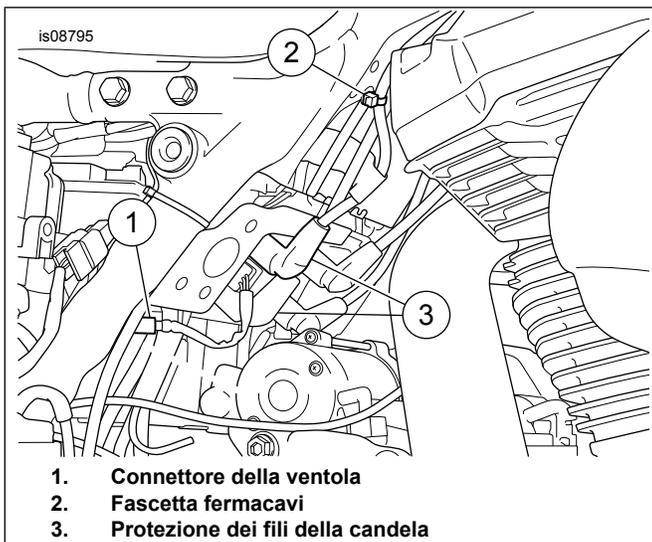

Figura 1. Connettore della ventola
7. Vedere Figura 1 Individuare il connettore della ventola (1) e scollegarlo.
- Dopo il riposizionamento, i cappucci della candela di destra (3) sul pacco bobine dovrebbero essere rivolti verso il lato sinistro del veicolo.
- Vedere Tabella 1. Nel telaio sono presenti dei fori per l'installazione di fascette autobloccanti (12), in modo da poter disporre nel modo corretto un cablaggio o fissare i cavi delle candele.
- Quando si procede alla disposizione dei cavi delle candele (2), assicurarsi che vi sia spazio sufficiente tra il telaio e il gruppo motore.
Vedere Figura 1 Riposizionare le protezioni dei fili delle candele di destra.